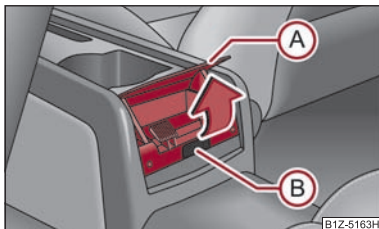

Fig. 84 Consola centrală inferioară:
- Prindei capacul scumierei de partea de jos (A) și rabatai-l în sensul săgeii ⇒ fig. 84.